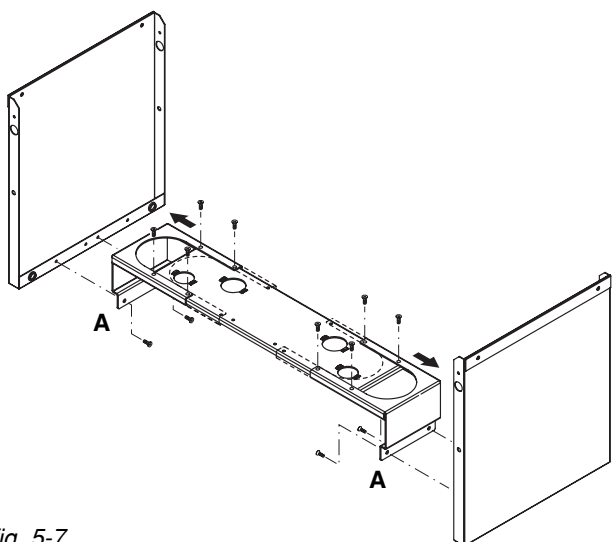

fig. 5-7
- togliere le viti delle staffe A del supporto idraulico, allargare le staffe fino a far coincidere i due fori piu' esterni del supporto con quelli delle staffe e rimettere le viti (vedere fig. 5-7).
- Montare i fianchi del modulo DM al supporto dei componenti idraulici (vedere fig. 5-7; per semplificare la figura, i componenti non vengono fatti apparire anche se realmente vengono consegnati gia' montati sul supporto)